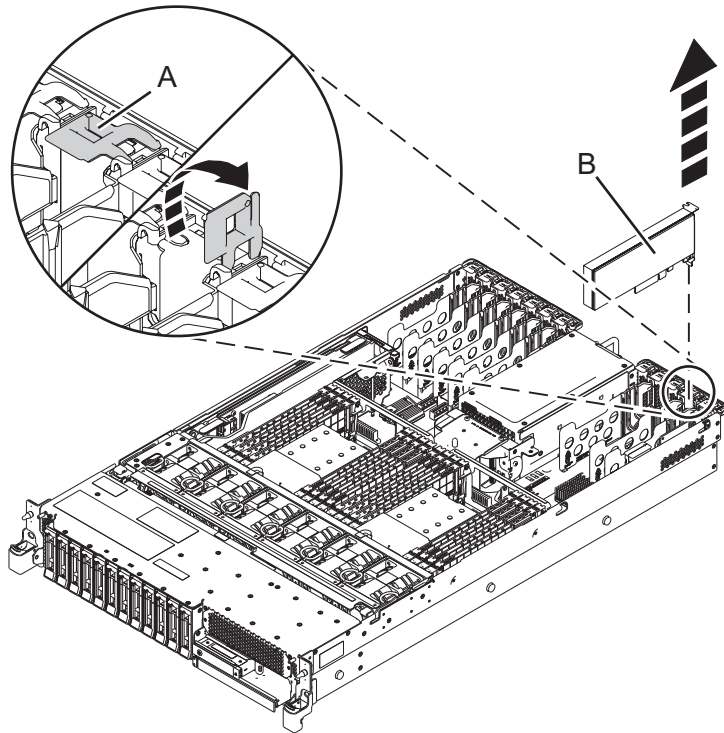

Abbildung 20. PCIe-Adapter aus dem System vom Typ 5148-21L, 5148-22L, 8247-21L, 8247-22L, 8284-21A oder 8284-22A ausbauen
2. Um die Adaptersicherung **(A)** am Zielsteckplatz in die geöffnete Position zu bringen, drehen Sie die Verriegelung **(A)** an der Systemrückseite in die abgebildete Richtung in Abb. 20 auf Seite 38.
3. Fassen Sie den Adapter **(B)** vorsichtig an der oberen Kante oder am oberen Haltesteg und entfernen Sie ihn aus dem Steckplatz - siehe Darstellung in Abb. 20 auf Seite 38.